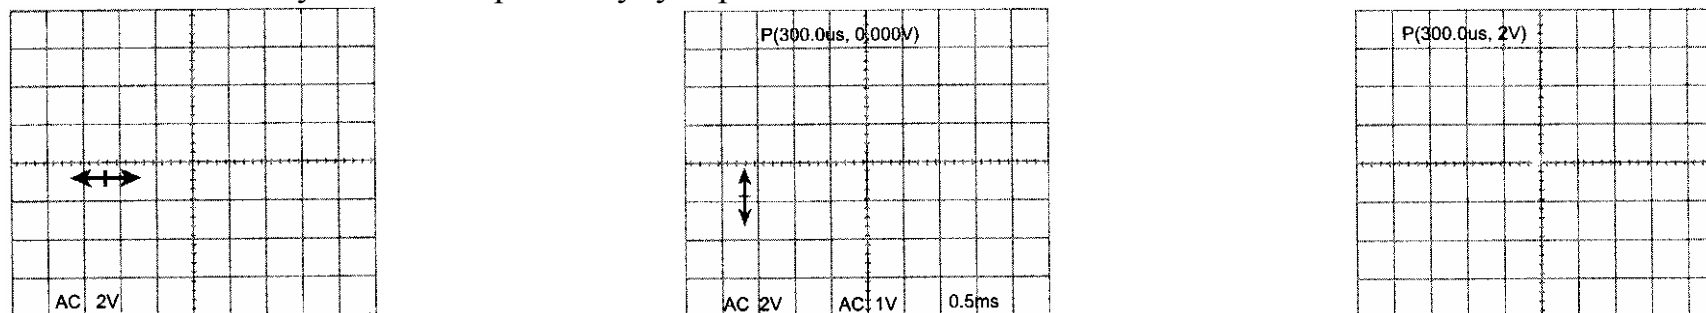

Рисунок 5-7
5.2.3. Измерение P(t,V) (рис. 5-7)